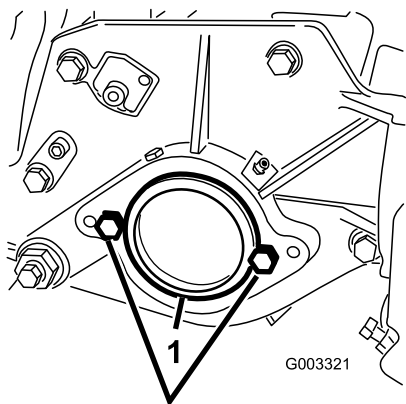

Figura 7
3. Na extremidade direita da unidade de corte, retire o tampão de plástico da caixa de rolamentos (Figura 7).
4. Retire os 2 parafusos da placa do lado direito (Figura 7).
1. Tampão de plástico 2. Parafusos (2)
6. Instale os 2 parafusos de montagem do motor do cilindro na placa do lado esquerdo da unidade de corte (Figura 7).